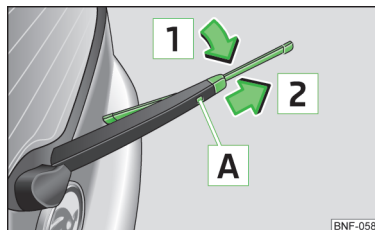

Fig. 123
- Levantar el brazo de la escobilla de la luneta trasera e inclinar la escobilla ligeramente en la dirección del brazo de la escobilla, flecha 1 » fig. 123.